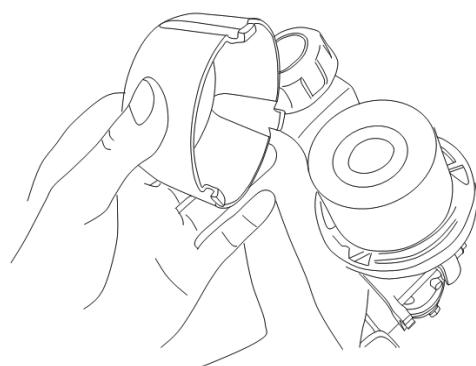

Fig.19
- 2) Rimuovere il filtro dal suo involucro e picchiettarlo su una superficie dura per rimuovere la polvere (Fig. 19).